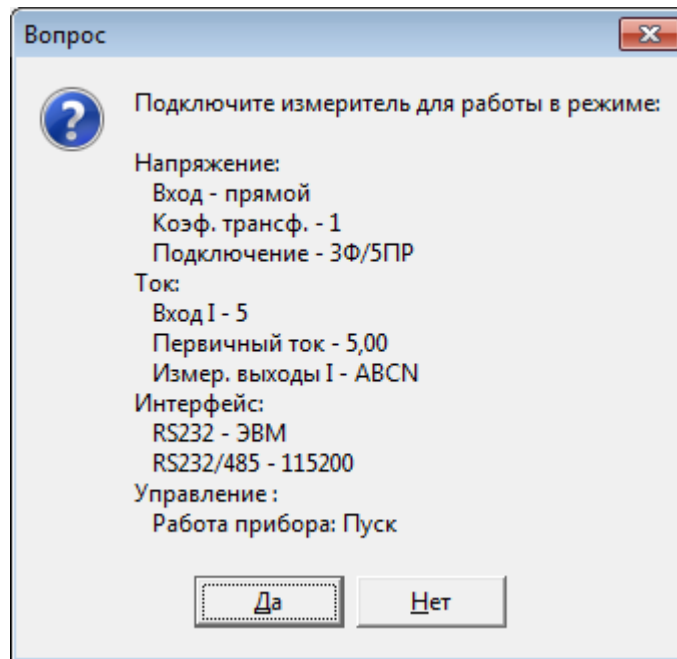

Рисунок 4.56 Указание поверителю о подключении измерителя
4. В окне отображения данных выводится указание поверителю о подключении измерителя к калибратору по определенной схеме и настройке измерителя (Рисунок 4.56).